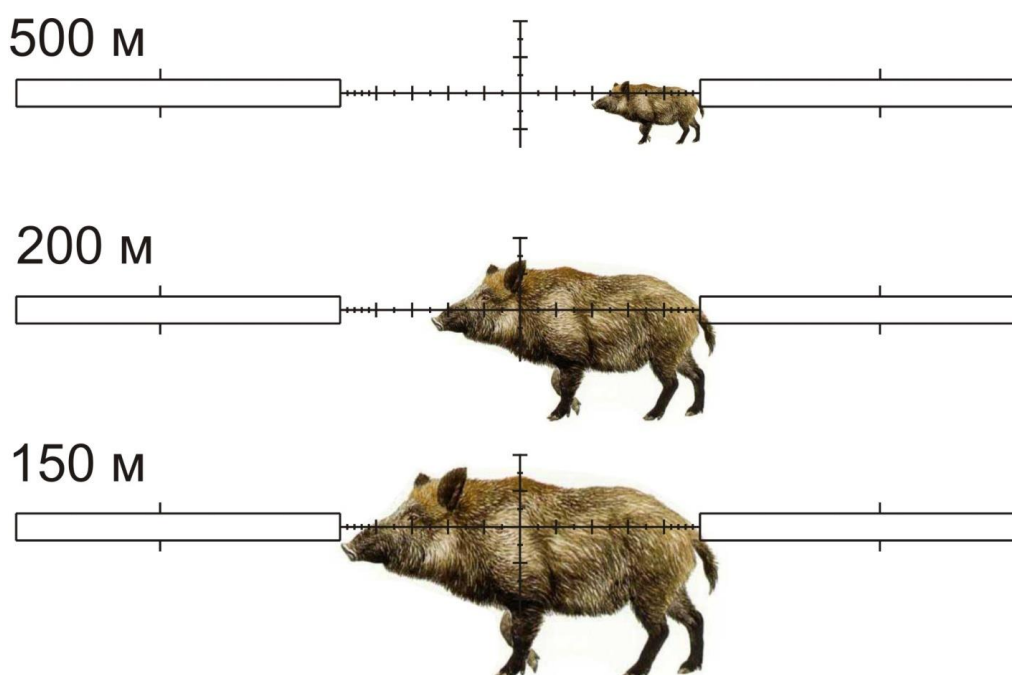

Рисунок 24 – Определение расстояния до цели по сетке «Mil-Dot»
2) Поместите перекрестье изделия так, чтобы одна сторона цели по высоте оказалась на риске «Mil-Dot» (см. рис. 24).